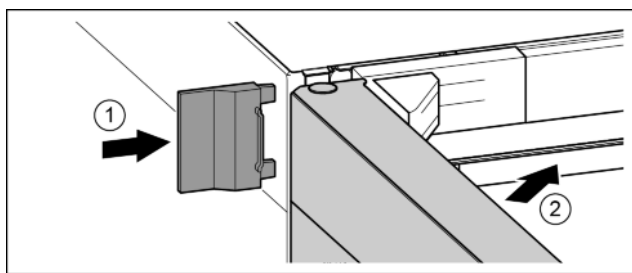

Fig. 17
- ▶ Насуньте зовнішню кришку. Fig. 17 (1)
- ▶ Закрийте верхні дверцята. Fig. 17 (2)